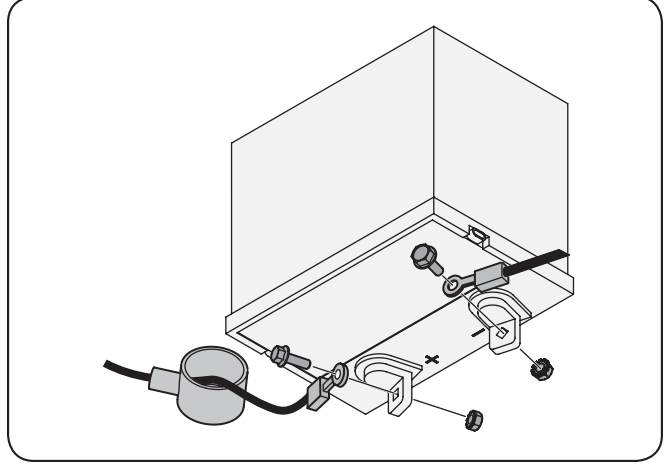

Figure 3-3
- Enlevez le couvercle en plastique, si équipé, de la borne positive de la batterie et attachez le câble rouge à la borne positive de la batterie (+) avec le boulon et l'écrou à six pans. Voir la Figure 3-3.
- Enlevez le couvercle en plastique, si équipé, de la borne négative de la batterie et attachez le câble noir à la borne négative de la batterie (-) avec le boulon et l'écrou à six pans. Voir la Figure 3-3.